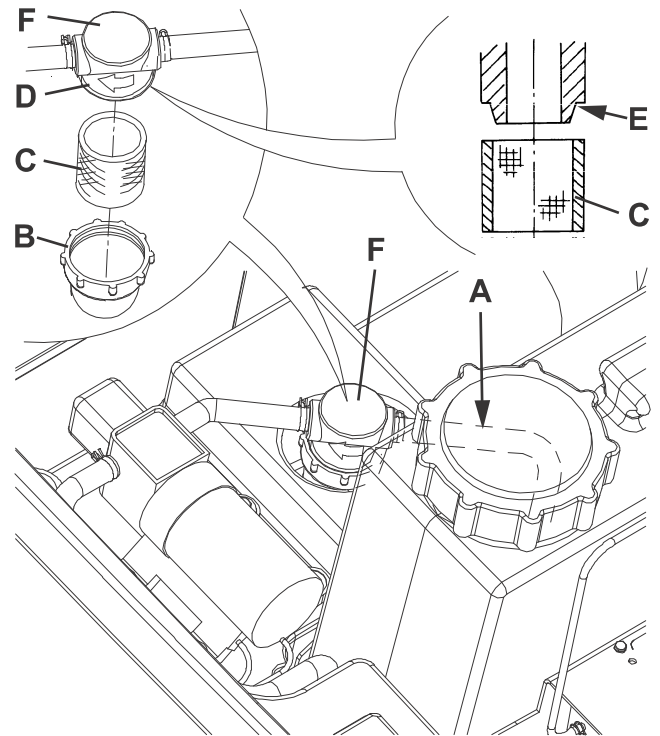

Abbildung 10
2. Zündschlüssel (80) in Stellung 0 drehen.
3. Deckel (22) öffnen und sicherstellen, dass der Schmutzwassertank (21) leer ist. Gegebenenfalls mit dem Ablassrohr (16) entleeren.
4. Tank (40) vorsichtig mit dem Griff (41) anheben.
5. Leitung (A, Abb. 10) leicht anheben, durchsichtigen Deckel (B) auf der Frischwasserfiltereinheit (F) abdrehen und den kleinen Siebfilter (C) entfernen. Ihn reinigen und in den Halter (D) montieren.